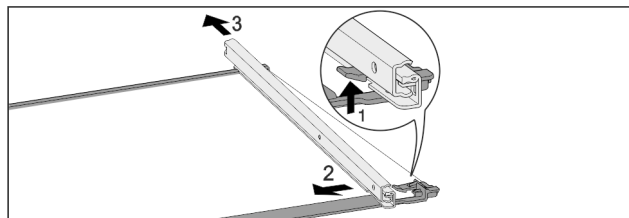

Fig. 124 Glasplatte mit Schienen
- Vorderen Rasthaken nach oben drücken. Fig. 124 (1)
- Auszugsschiene zur Seite Fig. 124 (2) und nach hinten Fig. 124 (3) wegschieben.